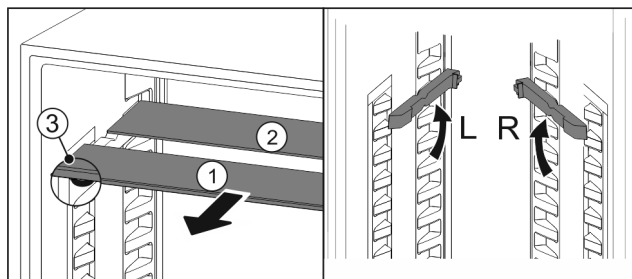

Fig. 18
- ▶ Издърпайте Fig. 18 (1) поотделно стъклените плочи напред.
- ▷ Стъклената плоча Fig. 18 (1) с декоративната лайсна е отпред.
- ▷ Ограничителите Fig. 18 (3) сочат надолу.